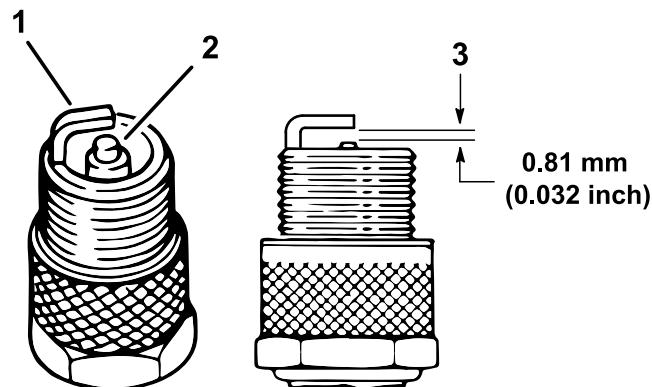

Figura 38
4. Compruebe el estado del electrodo lateral, el electrodo central y el aislamiento del electrodo central para verificar que no están dañados (Figura 38).
- 5. Ajuste la distancia entre los electrodos central y lateral a 0,81 mm, tal y como se muestra en la Figura 38.